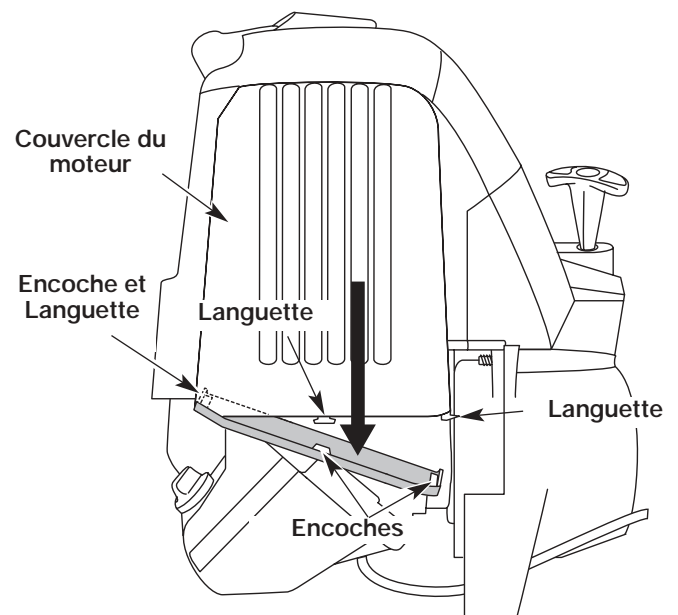

Figure 50
1. Retirez le couvercle du silencieux en appuyant sur le coin à l'aide d'un tournevis à lame plate (Fig. 50). Glissez les encoches sur les côtés du couvercle par-dessus les languettes du couvercle du moteur et retirez le couvercle.
13. Remplacez le couvercle du silencieux. Glissez avec un déclic les encoches sur les côtés du couvercle par-dessus les languettes du couvercle du moteur (Fig. 50).